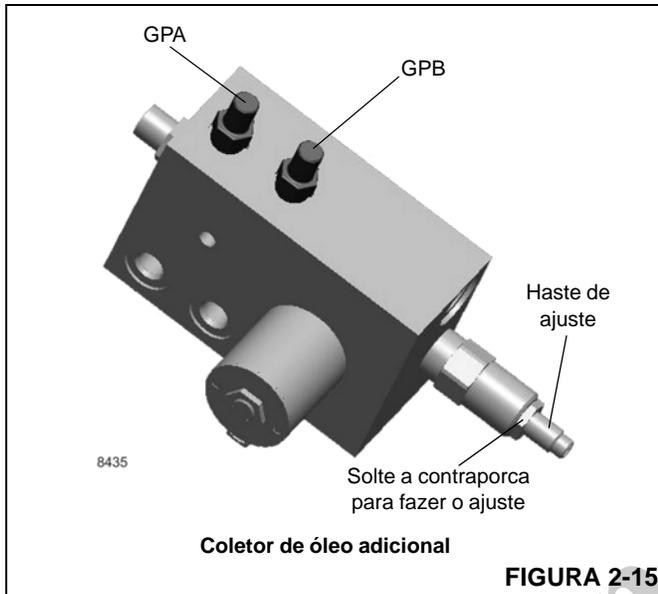

FIGURA 2-15
1. Instale o diagnóstico de verificação de pressão de desconexão rápida (Parker PD240) com o manômetro no bico de teste no orifício GPA ou GPB do coletor de óleo adicional (Figura 2-15).